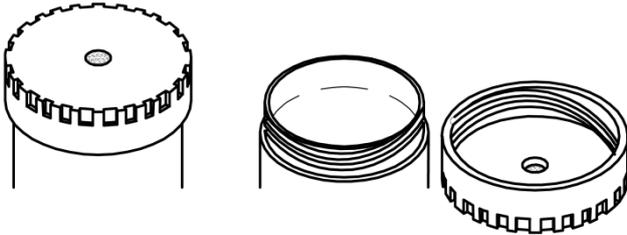

Fig. 9: Récipient de 0.3 Liter avec bouchon à vis
- Récipient de 0,3 litre : Ouvrir le bouchon à vis (filetage grossier et étanchéité par joint torique) et déposer le couvercle séparément (fig. 9, protection contre les pertes).